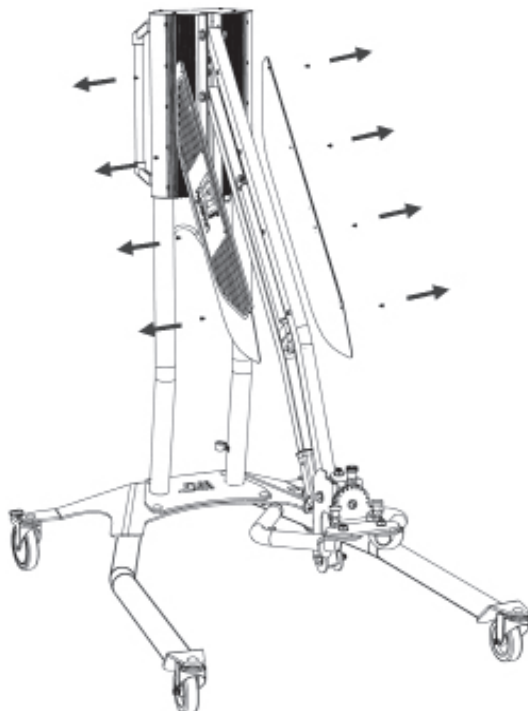

Abbildung 1
1. Entfernen Sie die vier Schrauben, mit denen die Abdeckung befestigt ist, die sich auf beiden Seiten des Arms befindet. (Abbildung 1)